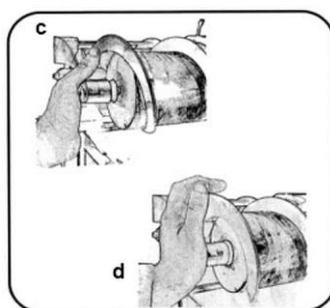

Рис. 37
7. Установить спираль, нажимая легко и глубоко, как показано на рис. 37 (с и d).